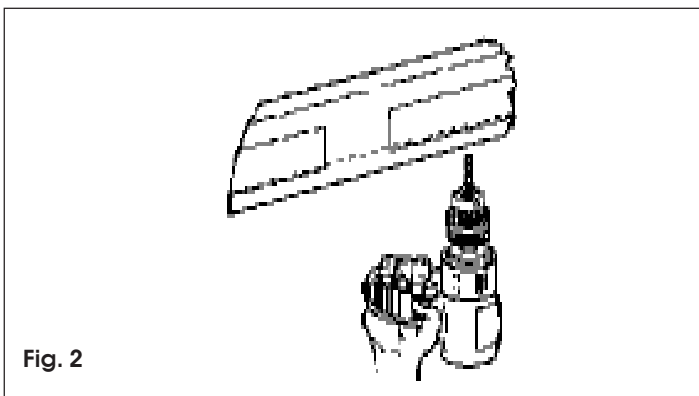

Fig. 2
- 2) Forare con punta da \varnothing 3.5 mm come in fig.2.
- 2) Drill using a \varnothing 3.5 mm bit as shown in fig 2.
- 2) Percer avec une pointe de \varnothing 3.5 mm comme à la fig 2.
- 2) Perfore con una punta \varnothing 3.5 mm como en la Fig 2.